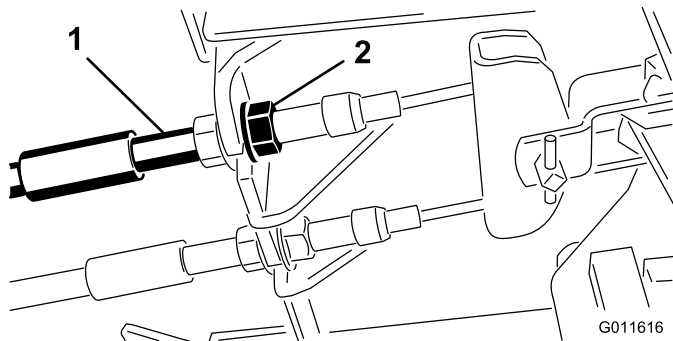

Figura 59
1. Para reducir la holgura de los pedales de freno, apriete los frenos aflojando la tuerca delantera del extremo roscado del cable de freno (Figura 59).